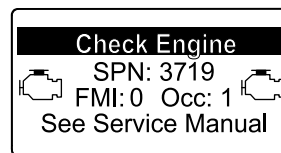

Figure 46
- Avertissement moteur SPN 3719, FMI 0 (Figure 46)